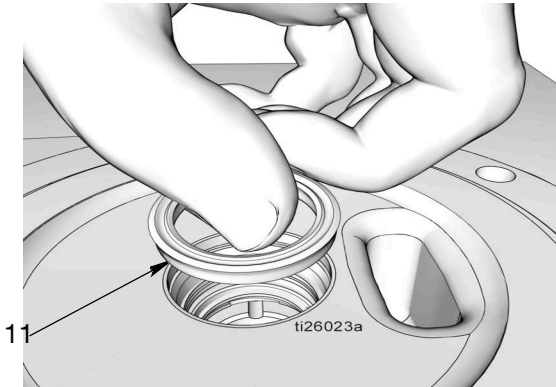

FIG. 37
- h. Monte la junta (11), con los bordes orientados hacia arriba como se observa en FIG. 37.